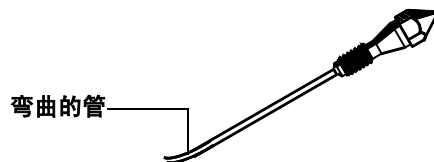

图 84 变形的喷嘴管
- 5 检查喷嘴管确保它没有弯曲（图 84）或起皱褶。手持喷嘴使其正对一光源检查喷嘴管内部是否污染或有无破碎的色谱柱。如果不存在污染物，说明管是干净的。